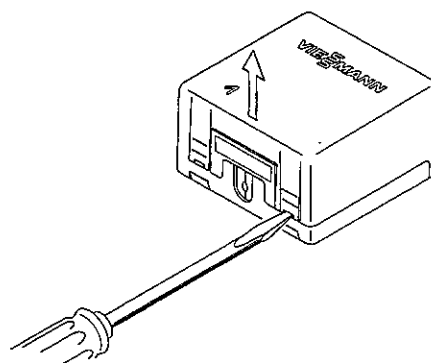

Abb. 22
1. Die beiden Befestigungsklammern an der Unterseite des Gehäuses mit einem Schraubendreher aus der Arretierung hebeln und die Kappe nach oben wegnehmen (Abb. 22).